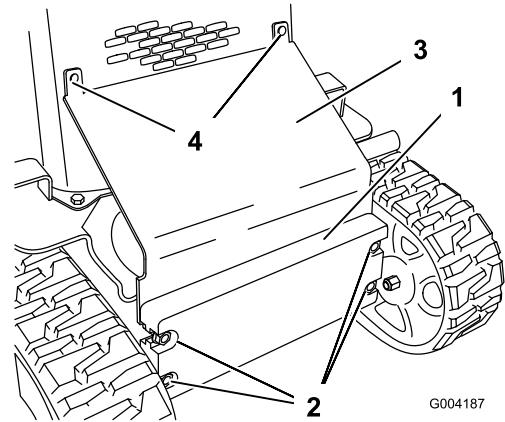

Figura 26
2. Afloje los tornillos que fijan el contrapeso delantero (Figura 26).
3. Retire los pernos de cuello cuadrado y las tuercas que fijan el protector térmico (Figura 26).
10. Deslice el protector térmico entre el bastidor y el contrapeso delantero, y fíjelo a la rejilla delantera usando los pernos de cuello cuadrado y tuercas que retiró anteriormente (Figura 26).
11. Apriete los pernos que sujetan el contrapeso delantero (Figura 26).